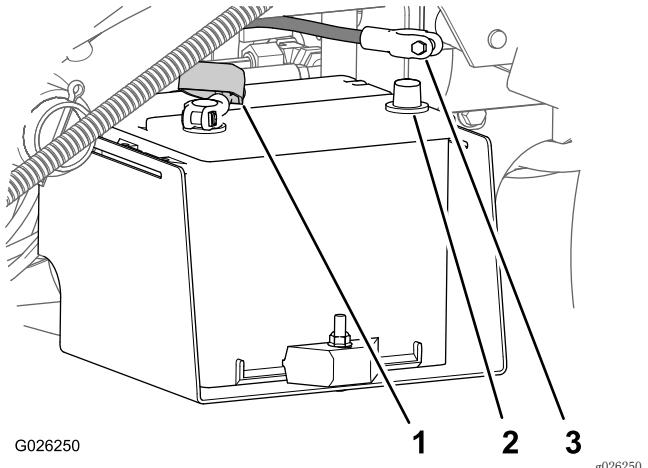

图3
3. 从电池电极上断开负极电池接线的端子（图3）。
3. 将正极电池接线 (红色) 连接到正极 (+) 电池端子，并用螺栓和螺母固定接线 (图3)。